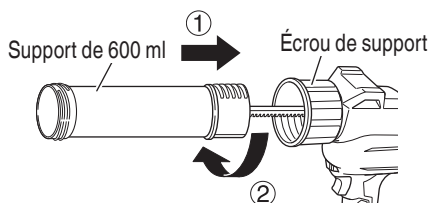

Fig. 14
- (3) Fixez la poignée de crémaillère à la crémaillère à l'aide de la vis.
- (4) Fixez le support de 600 ml en l'insérant dans l'écrou de support et en le tournant dans le sens de la flèche jusqu'à ce qu'il fasse contact. (Fig. 14)